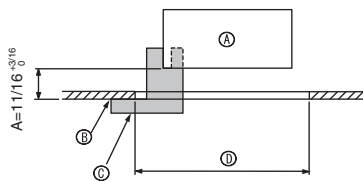

Fig. 9-2
9.2. Preparación para conectar la rejilla (Fig. 9-2)
- Con la plantilla ③ que se suministra con este equipo, ajuste y compruebe la posición de la unidad en el techo. Si la unidad no está colocada en el techo de forma adecuada, podrían producirse escapes de aire o generarse una condensación.
- Ⓒ Plantilla ③ (medida en la unidad)